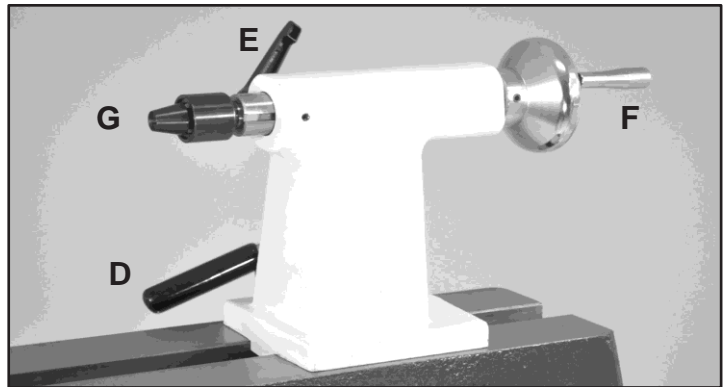

FIG. 5
- 1. MANIJA DE BLOQUEO DEL CABEZAL MÓVIL:** (FIG. 5, D) Esta bloquea el cabezal móvil en posición a lo largo de la bancada. Desbloquee la manija para posicionar el soporte de herramienta para mover el cabezal móvil. Apriete la manija cuando esté en la posición deseada.
- 2. MANIJA DE BLOQUEO DE LA CAÑA DEL CABEZAL MÓVIL:** (E) Esta asegura la caña del cabezal móvil en posición. Desbloquee la manija para mover la caña, con punta giratoria, adelante o atrás. Apriete la manija de bloqueo cuando la caña esté en posición.
- 3. RUEDA DE MANO DE LA CAÑA DEL CABEZAL MÓVIL:** (F) La rueda de mano avanza o retrae la caña de 0 a 3-1/2". La manija de bloqueo de la caña (E) tiene que estar floja para mover la caña.
- 4. LA PUNTA DEL CABEZAL MÓVIL:** (G) Se utiliza para torneear entre puntos. La Punta giratoria (#84) y la Caña (#83) tienen conos MT-2. Para quitar la punta giratoria, retire la caña hasta que se afloje el punto, o utilice la barra expulsadora.